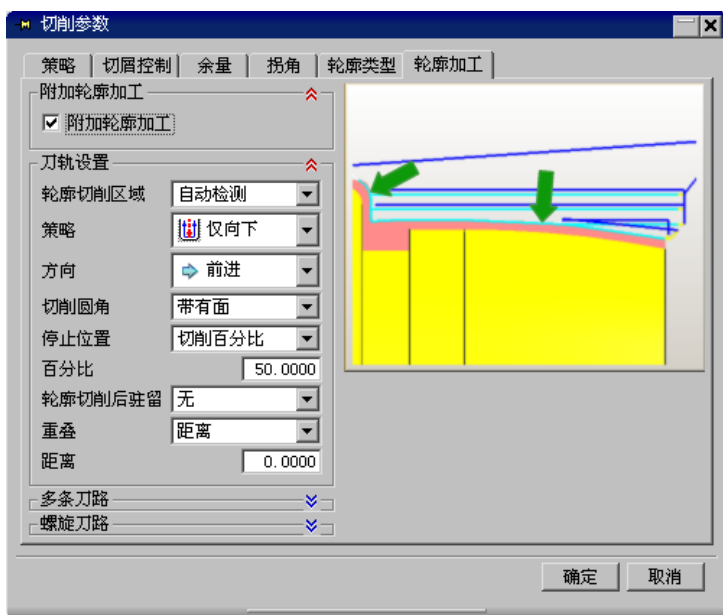

图 7.3.8 “轮廓加工”选项卡
Step2. 在“切削参数”对话框中选择 **轮廓加工** 选项卡，选中 ☒ **附加轮廓加工** 复选框，其他参数采用默认设置，如图 7.3.8 所示，单击 **确定** 按钮回到“在外径开槽”对话框。